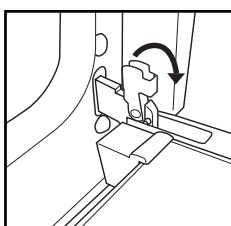

Fig.1
2. Lyft de två spärrhakarna i gångjärnen och skjut dem framåt till anslaget (fig. 1).